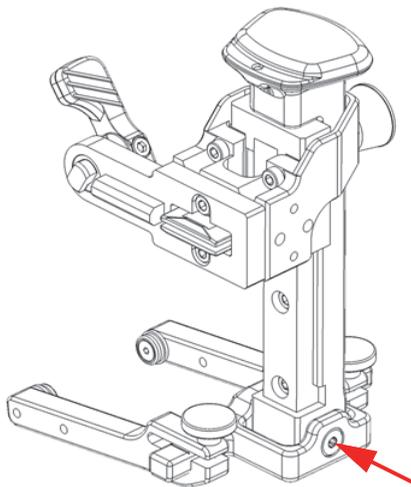

图 2-25 将螺钉放回到螺钉孔中
7. 重新将螺钉安装到枢的旋转梁中（参见第59页的图 2-25）。